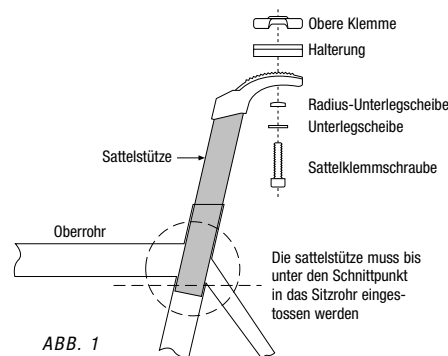

ABB. 1
- Die Sattelstütze muss MINDESTENS 70 mm tief im Sitzrohr sitzen, um ihre normale Lebensdauer zu erreichen. Bei vielen Rahmen muss die Sattelstütze jedoch mehr als 70 mm weit in das Sitzrohr eingeschoben werden. Achten Sie in jedem Fall darauf, dass die Sattelstütze mindestens bis zur Unterkante des Oberrohres reicht (siehe Abb. 1).